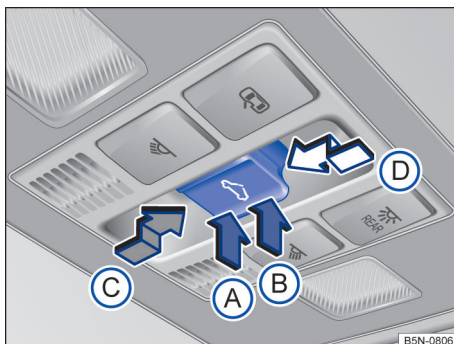

Fig. 72 No revestimento do teto: interruptor para levantamento, abertura ou fechamento do teto de vidro.
- *Ajustar a posição intermediária:* pressionar o botão pela área → Fig. 72 (B) até o primeiro estágio. Função automática: pressionar o botão pela área (B) até o segundo estágio.
- *Fechar totalmente o teto solar:* (A) Girar o interruptor para a posição desejada. Função automática: pressionar o botão pela área (A) até o segundo estágio.
- *Abriu totalmente o teto solar:* (C) Girar o interruptor para a posição desejada e segurá-lo até que a posição desejada seja alcançada. Colocar o teto solar na posição de conforto: (C) Girar o interruptor para a posição desejada.
- *Fechar totalmente o teto solar:* (D) Girar o interruptor para a posição desejada e segurá-lo até que a posição desejada seja alcançada. Função automática: pressionar o botão pela área (D) até o segundo estágio.
- *Parar o curso automático:* pressionar novamente o botão para trás (C) ou para a frente (D).